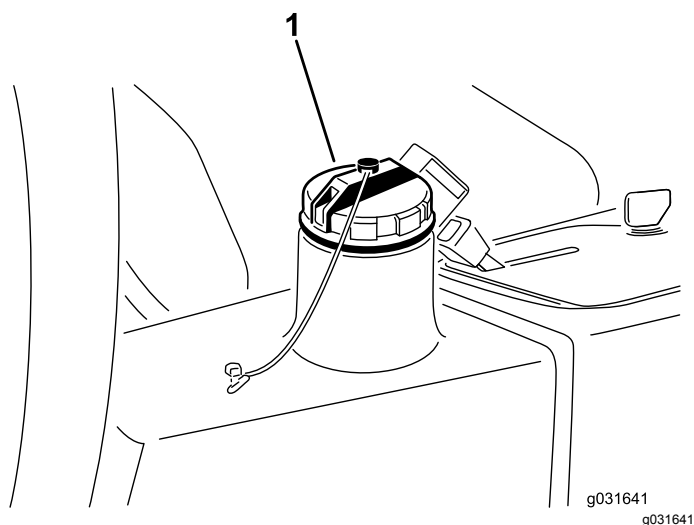

Рисунок 67
- Залейте в гидравлический бак (Рисунок 67) приблизительно 13,2 литра гидравлической жидкости; см. Проверка гидравлической системы \(страница 57\).